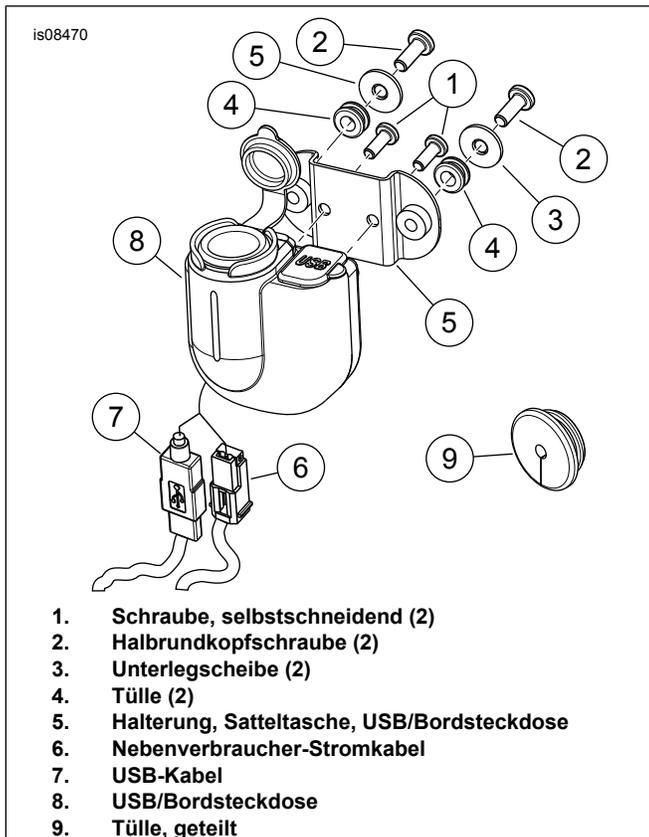
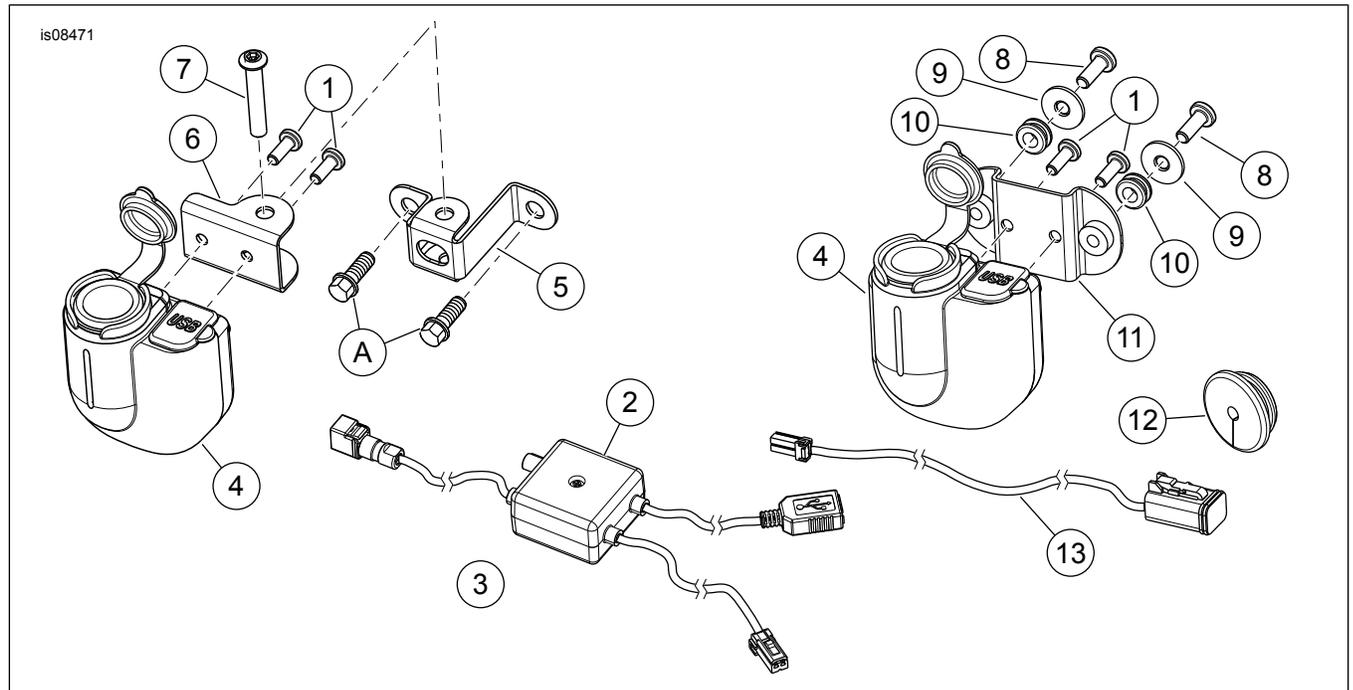

Abbildung 6. Einbau des USB/der 12-Volt-Steckdose an der Satteltasche
Abbildung 7. Ersatzteile: USB/Steckdose
Siehe Abbildung 7 und Tabelle 1.
4. Unter Verwendung der Halterung (5) als Vorlage die Stellen für die beiden Befestigungslöcher markieren. Mit einem Zentrierkörner die Stelle für die Öffnung markieren, durch die die Bordsteckdose geschoben wird.
5. Siehe Abbildung 6. Die Halterung (5) an dem USB/der Bordsteckdose (8) anbringen und mit Schrauben (1) befestigen.
7. In beide 9,5 mm (0.38 in) Bordsteckdosen-Befestigungslöcher, die im vorherigen Schritt gebohrt wurden, je eine Gummitülle (4) einsetzen.
8. Je eine Unterlegscheibe (3) auf die Gewinde der einzelnen Schrauben (2) aufsetzen. Die Schrauben durch die Tüllen einsetzen und auf die Schraubengewinde jeweils eine weitere Unterlegscheibe aufsetzen.
9. Den USB/die Bordsteckdose (8) mithilfe der Schrauben (2) an der Seitenwand der Satteltasche anbringen. Auf ein Drehmoment von 2,8–3,3 N·m (25–30 in-lbs) anziehen.
10. Das Nebenverbraucher-Stromkabel (6) und das USB-Kabel (7) und den Kabelbaum nach außen durch das 16 mm (0.62 in) große Loch in der Seitenwand der Satteltasche führen.
11. Die geteilt Tülle (9) installieren. Hierbei zeigt das große Ende in Richtung Steckverbinder. Die Tülle auf den Bordsteckdosenkabelbaum außerhalb der Satteltasche aufstecken und einrasten lassen. Die Tülle in das Kabelloch drücken.
13. Siehe Abbildung 7. Das Kabel (13) am Nebenverbraucherstecker anschließen. Siehe Werkstatthandbuch.